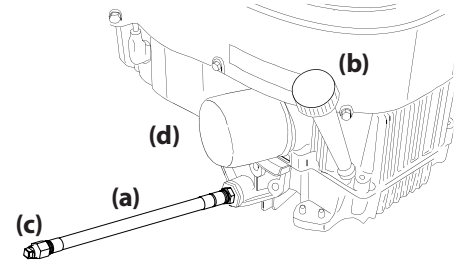

Figura 39
3. Mientras sostiene el extremo libre de la manguera de drenaje de aceite sobre el recipiente de recolección de aceite, desenrosque el tapón con cabeza cuadrada de la manguera (c) del extremo de la manguera de drenaje de aceite. Consulte la Figura 39. Drene el aceite del motor dentro del recipiente recolector.